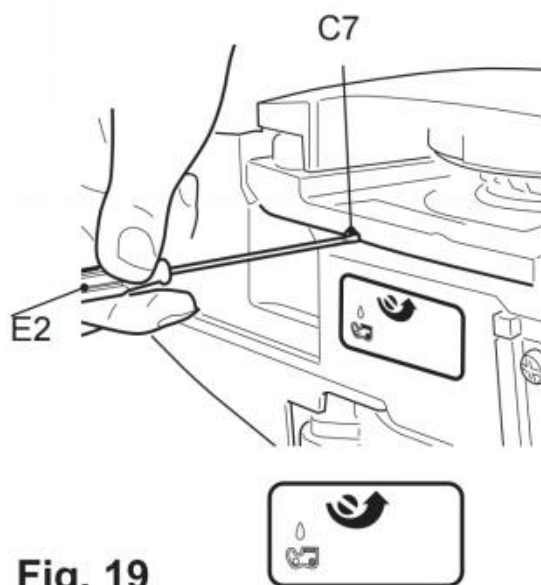

Fig. 19
4) Obróć śrubę regulacyjną (C7) olejarki na spodzie produktu, aby wyregulować przepływ oleju łańcuchowego za pomocą narzędzia wielofunkcyjnego (E2) (rys. 19).